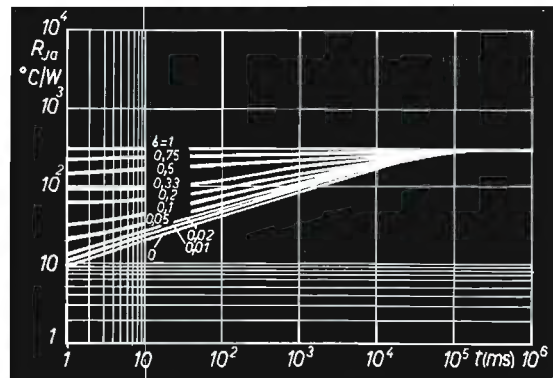

figura 11
La figura 11 riporta invece il diagramma che consente di ritoccare il valore « normale » di R_{ja} , quando il transistor venga sottoposto a forme d'onda impulsive di diverso rapporto di forma, per diverse durate di impulsi.
Nella pratica, se si è in possesso dei dati relativi al transistor in esame, sarà agevole estrarre i dati e applicarli. In mancanza potrà farsi uso del diagramma di cui alla figura 11 che, pur essendo riferito a un preciso transistor, è pur sempre indicativo del comportamento generale dei dispositivi a stato solido.
In corrispondenza del valore $t = 40$ ms, sull'asse delle ascisse del diagramma di figura 11, innalziamo una verticale fino a incontrare la curva contrassegnata da $d = 0,1$. Quindi tracciamo una orizzontale fino all'asse delle ordinate e leggiamo $R_{ja} = 50^\circ\text{C/W}$. Applicando l'equazione (1) si ha